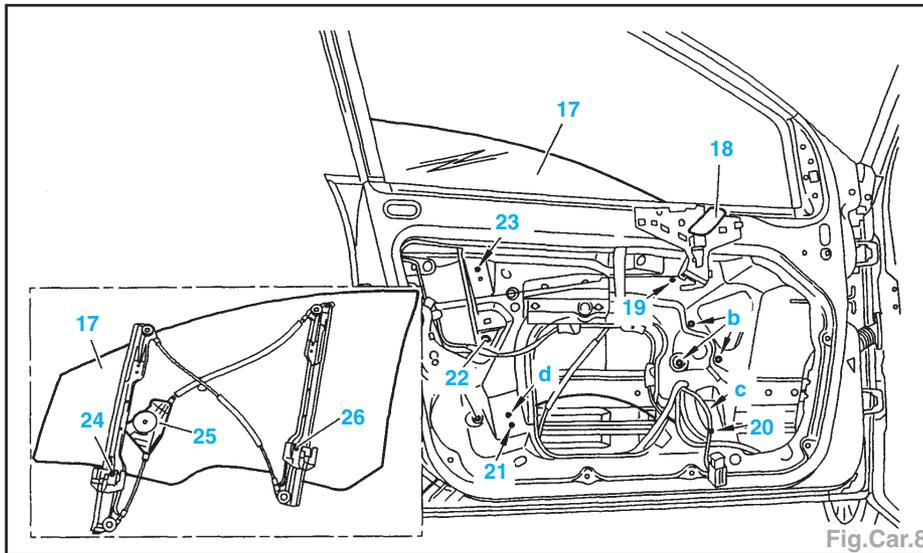
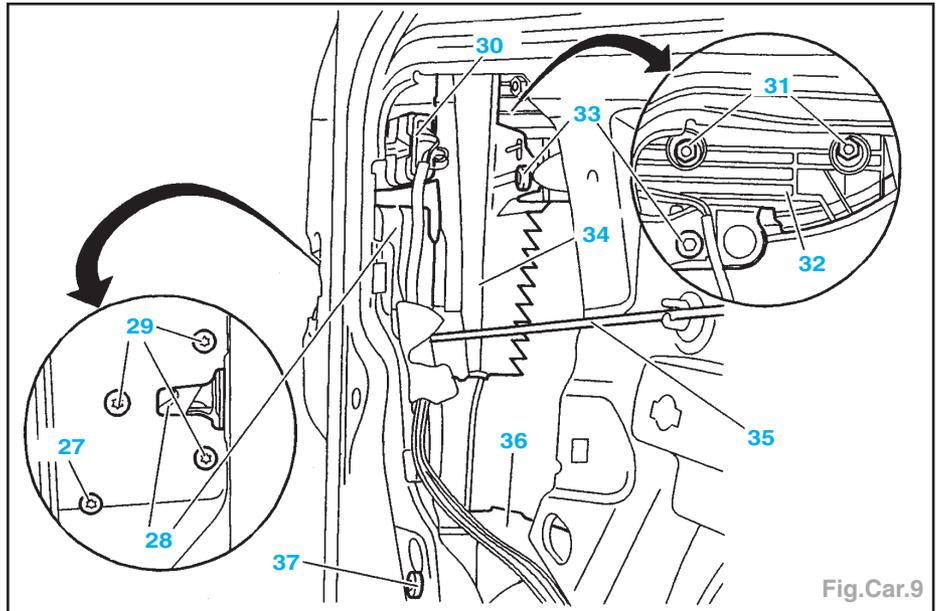

Fig.Car.8
Fig.Car.9
- les vis (12),
- le rétroviseur extérieur (11),
- les vis (16),
- le module de porte (13),
- le lèche-vitre intérieur (10),
- la feuille d'étanchéité (9).
- Descendre la vitre de porte de façon à faire correspondre les ergots (24) et (26) du lève-vitre avec les trous «c» et «d» de la doublure de porte.
- Déclipper la vitre (17) (Fig.Car.8) et la sortir par l'extérieur de la porte avant.
- A l'aide d'un forêt Ø 6 mm, percer les têtes de rivet (19), (20), (21) et (23).
- Déclipper en «b» le support de module de porte (25).
- la commande de poignée intérieure (18),
- les clips (22),
- l'absorbeur de choc intérieur (40),
- les vis (27), (33) et (37) (Fig.Car.9),
- le protecteur anti-effraction (34),
- les écrous (31),
- l'étrier (32),
- la tringle de liaison serrure poignée intérieure (35).
- Débrancher le connecteur (30).
- les vis (29),
- la serrure (28),